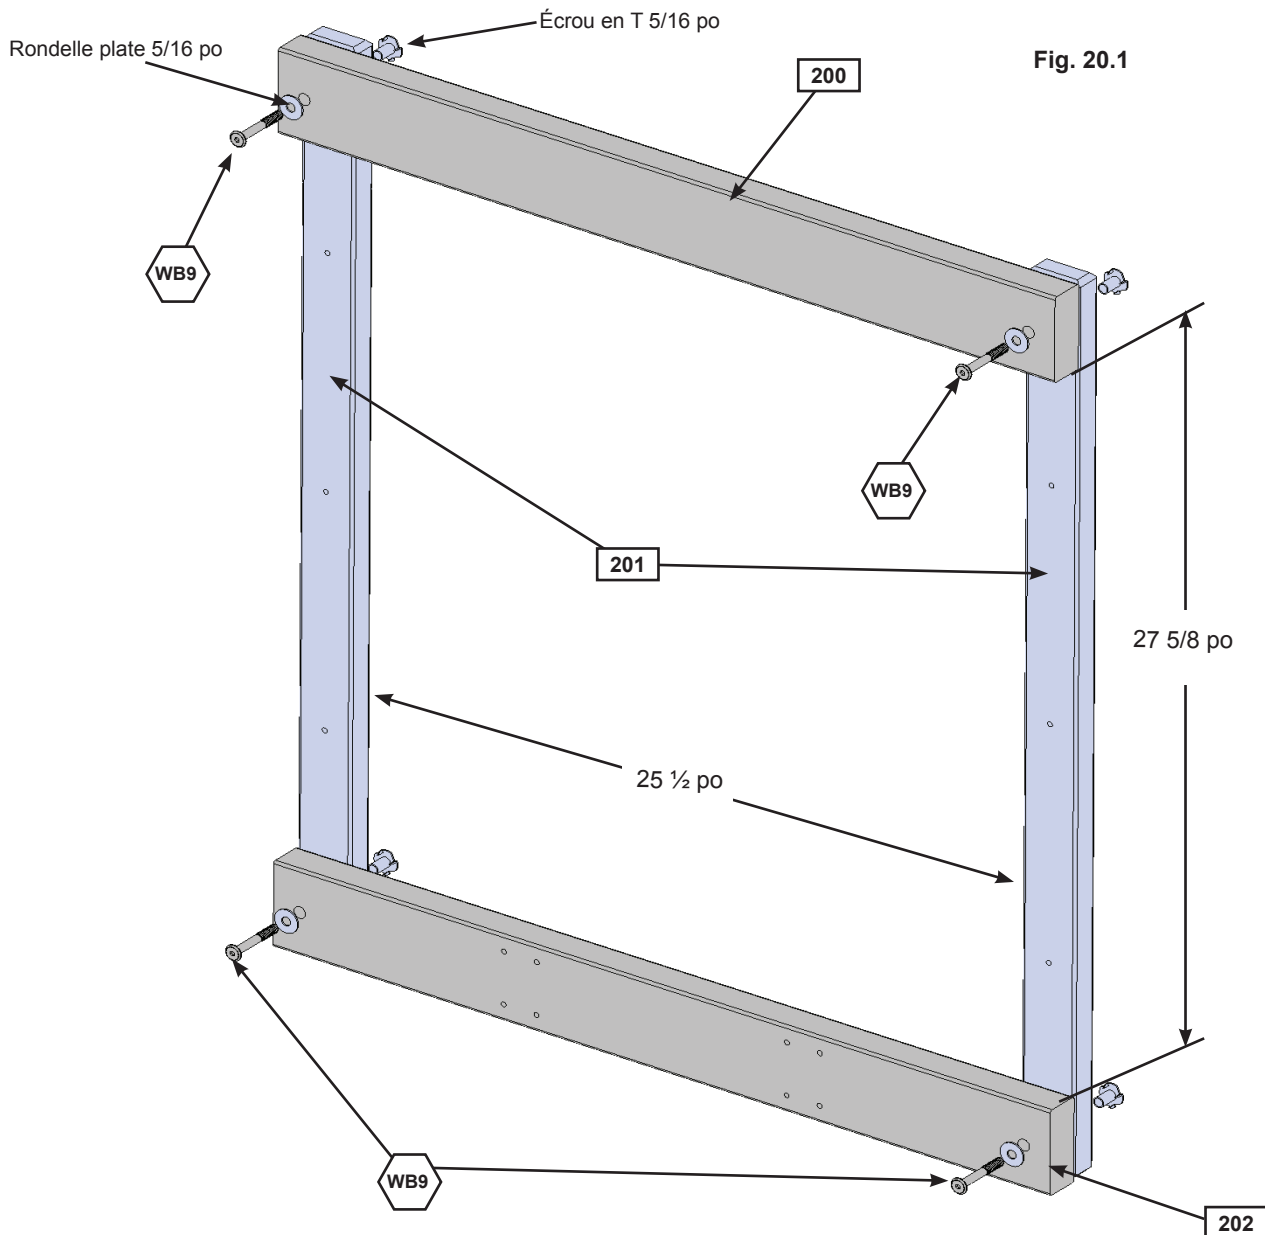

Fig. 20.1
A : Sans serrer, fixez le (200) haut de nid de corbeau à 2 (201) montants de nid de corbeau avec 2 (WB9) boulons à tête mince 5/16 x 2 1/8 po (avec rondelle plate et écrou en T). L'écart entre les deux montants doit être de 25 1/2 po. (fig. 20.1)
B : Sans serrer, fixez l'(202) avant de nid de corbeau à chaque (201) montant de nid de corbeau avec 2 (WB9) boulons à tête mince 5/16 x 2 1/8 po (avec rondelle plate et écrou en T). L'écart entre le (200) haut de nid de corbeau et l'(202) avant de nid de corbeau doit être de 27 5/8 po. (fig. 20.1)